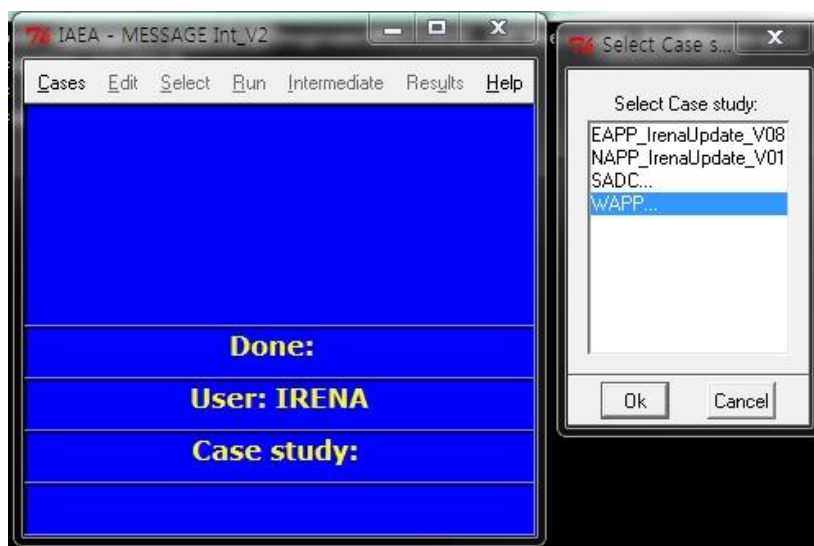

Figure 1. Windows to select a case study Figure 1. Fenêtre pour sélectionner l’étude de cas
- a. Select “Cases / Open” and click on “WAPP /Country name” (Figure 1)
Sélectionnez “Cases / Open” et cliquez sur “WAPP /Country name” (Figure 1)